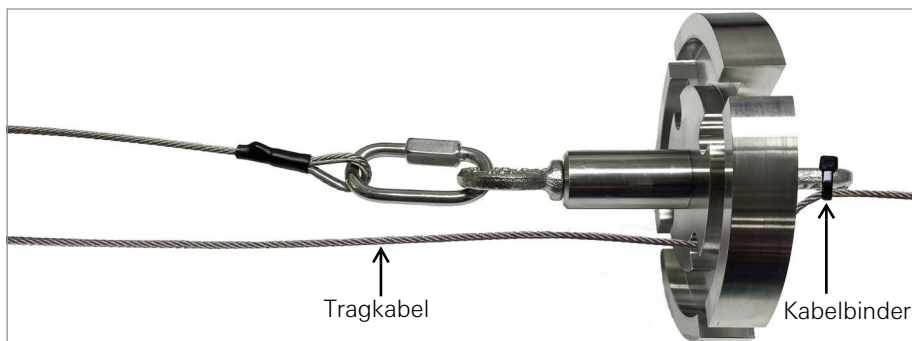

ABBILDUNG 46: Abschlussende an der Aufhängungshalterung sichern
14. Drehen Sie die Trommel so, dass der Abschlusschlaufenstift wie in Abbildung 46 sichtbar ist und entfernen Sie die Abschlusschleife des Tragkabels vom Stift an der Außenseite der Trommel. Am oberen Ende des Strangs befindet sich überschüssiges Kabel.